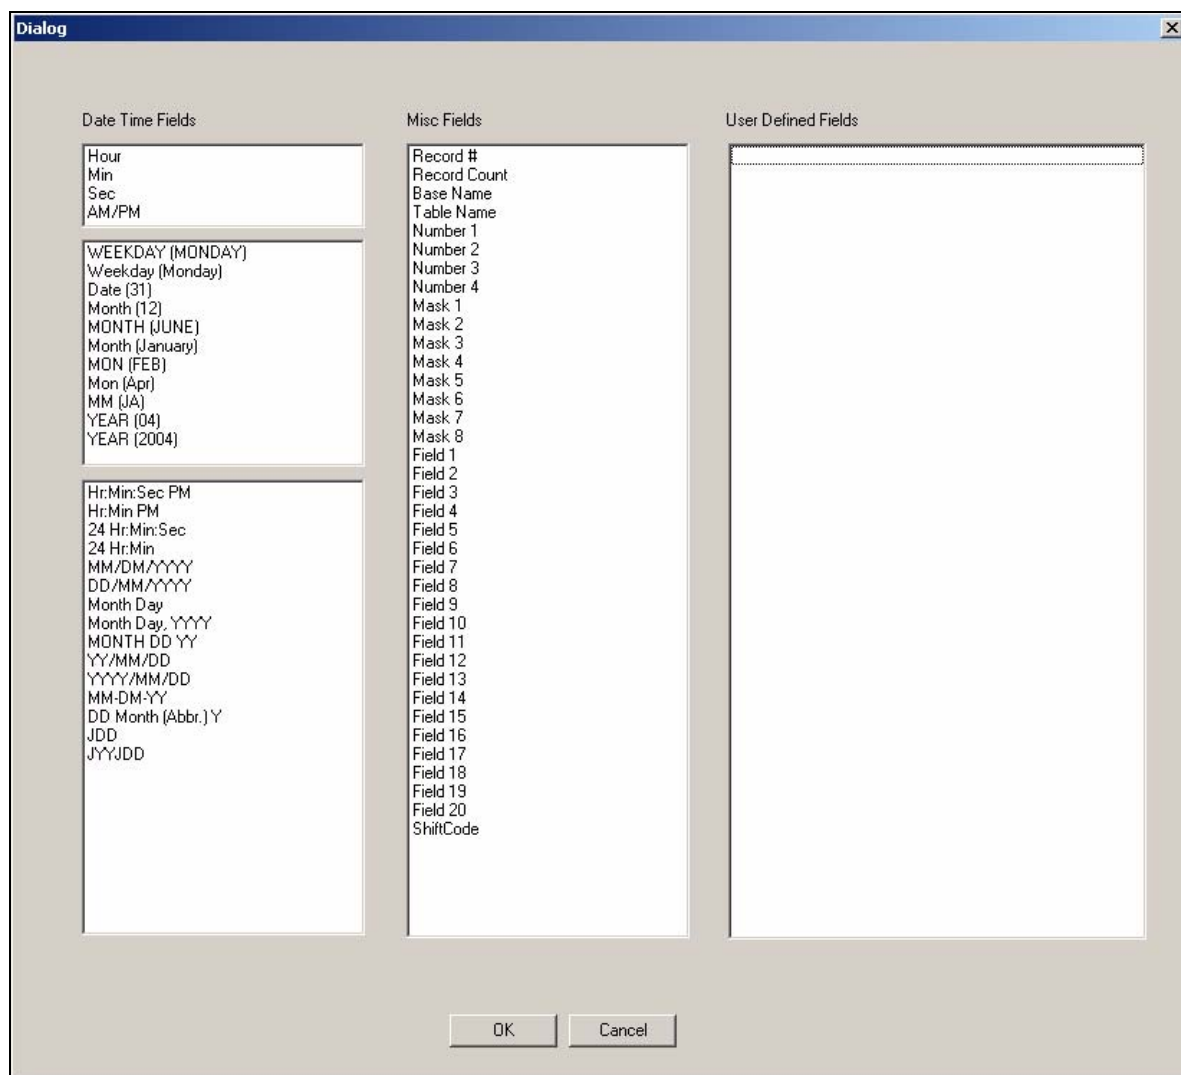

Рисунок 4-14: Дополнительные поля
- 5 Кликнуть на кнопке *Optional Fields* (Дополнительные поля), что бы добавить ***Date*** (Дата) ***Time*** (Время), ***Misc fields*** (Поле....)или ***User Defined fields*** (Поле, указываемое пользователем). Появляется диалоговый экран (см.Рис.4-14 на стр.4-12).